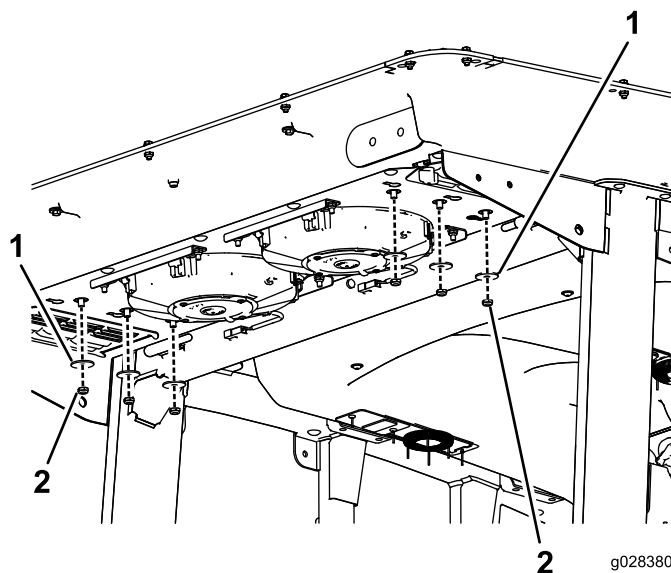

Рисунок 55
2. Отверните 6 гаек и снимите шайбы внизу в задней части кабины (Рисунок 55).